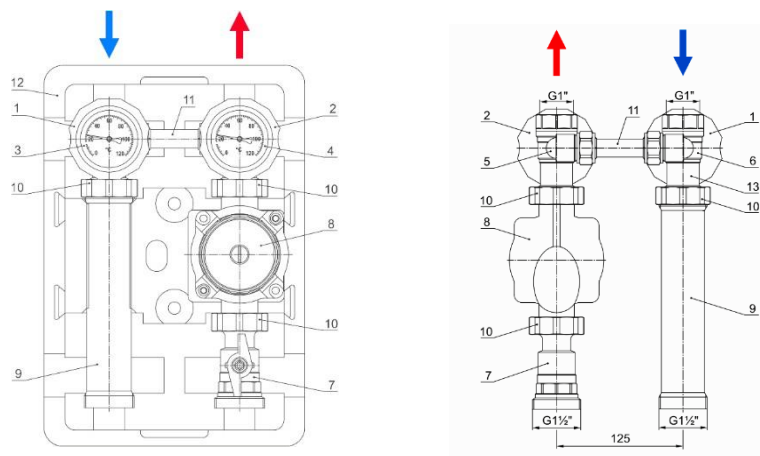

Рис. 1
5.2. Если требуется замена местами подающей и обратной линий, необходимо (рис.1):
- вынуть насосную группу из теплоизоляционного кожуха (12);
- открутить патрубок обратной линии (9) от шарового крана (6);
- открутить накидную гайку (10) шарового крана (5) и отсоединить насос (8) вместе с шаровым краном (7);
- извлечь обратный клапан (13) из шарового крана (6) и установить его в шаровой кран (5).
- прикрутить насос (8) к шаровому крану (6), а патрубок обратной линии (9) — к шаровому крану (5);
- снять с шаровых кранов (5) и (6) рукоятки (1) и (2) с термометрами (3) и (4) и поменять их местами;
- корпус теплоизоляционного кожуха (12) перевернуть на 180° и вставить в него получившуюся насосную группу;
- если вместо глухой перемычки (11) установлен перепускной клапан, то его необходимо демонтировать, перевернуть на 180° и смонтировать обратно. Стрелка на корпусе перепускного клапана должна быть направлена от подающей линии к обратной.